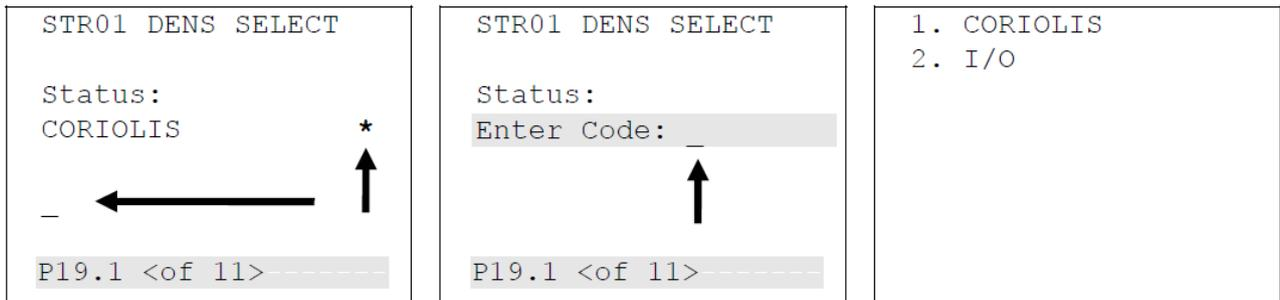

Figura 5-10. Alterando uma Opção de Exibição
Dependendo do nível de segurança designado para o seu acesso e para a configuração da base de dados, você pode alterar o conteúdo de algumas páginas de dados. Você pode identificar esses campos de leitura/gravação pelo asterisco no canto direito da página de dados e pelo grifo intermitente (mostrado na página à esquerda da *Figura 5-10*):
1. Localize o display e pressione **CHNG**. A tela central (na *Figura 5-10*) é exibida. A segurança do S600+ (que você configura com o software Config600) requer a inserção de um código para alterar os valores.